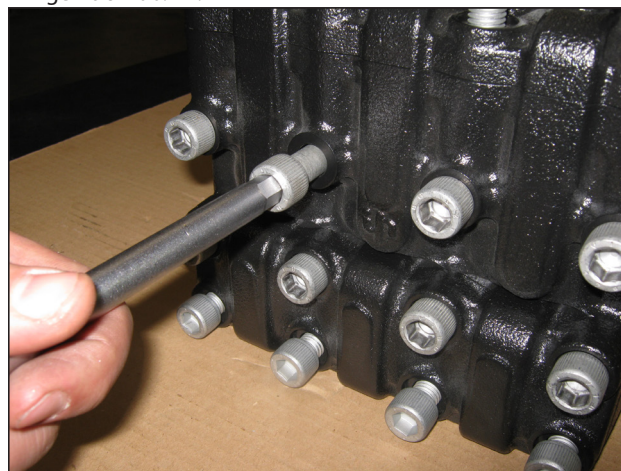

Abb. 42
- A) Lösen Sie die Befestigungsschrauben des Kopfs M12x190 gemäß Abb. 42.